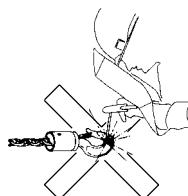

Fig. 2
- Lassen aan haken en lastketting is verboden. De lastketting mag niet als aarde bij laswerkzaamheden worden gebruikt (Fig. 2).